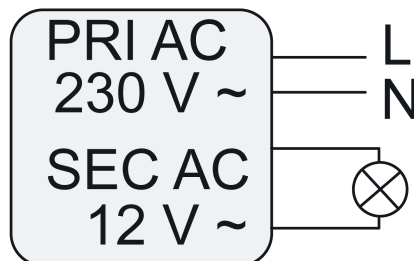
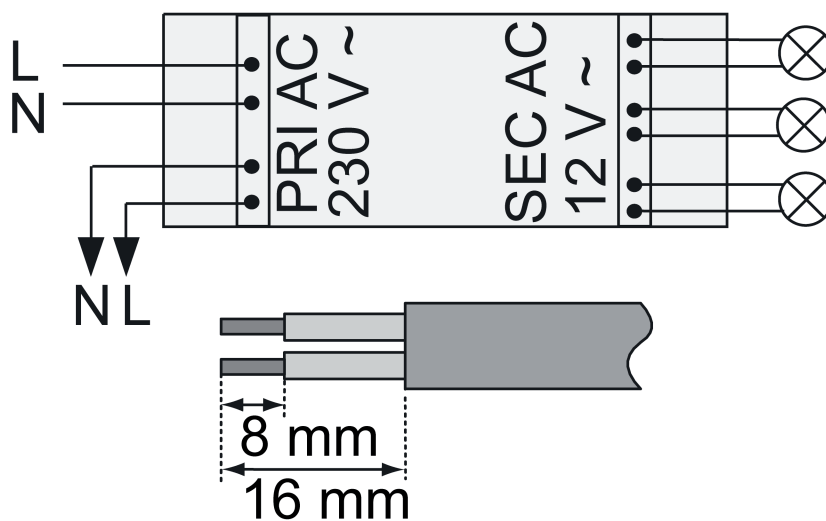
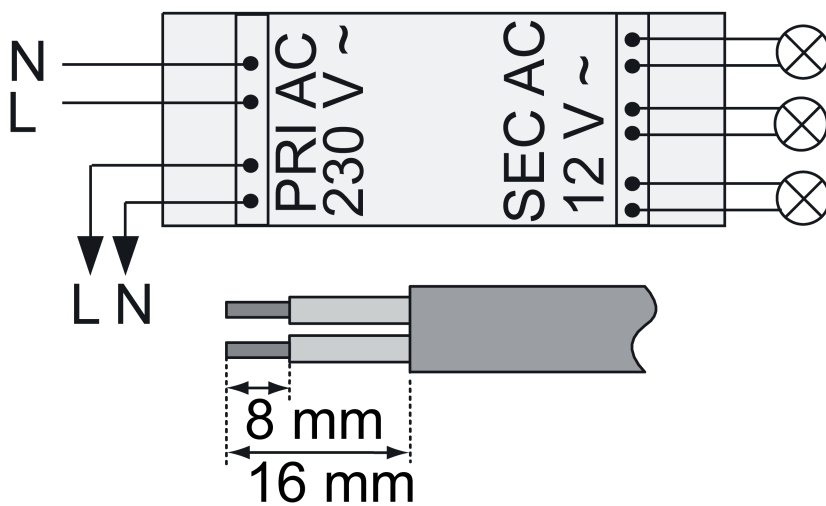
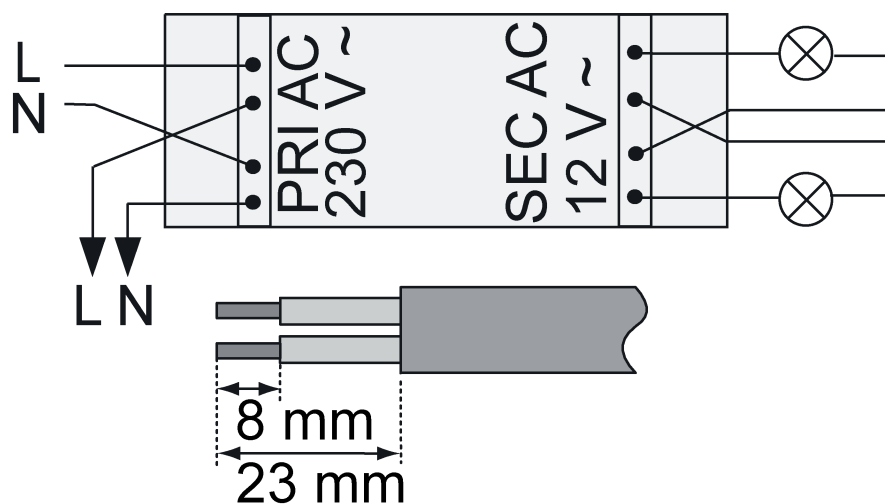

Bild 4
Bild 5
Bild 6
Bild 7
- Anslut Tronic-transformatorn enligt det tillhörande kopplingsschemat (bild 3), (bild 4), (bild 5), (bild 7), (bild 6), .